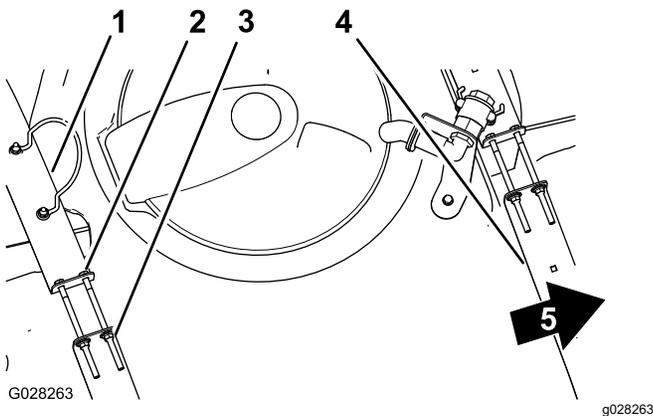

Figura 21
2. Compruebe si hay algún movimiento entre los flejes y el depósito (Figura 21).
3. Si los flejes del depósito están sueltos, apriete las contratuercas con arandela prensada y los pernos de la parte superior de los flejes hasta que estos queden enrasados con la superficie del depósito (Figura 21).